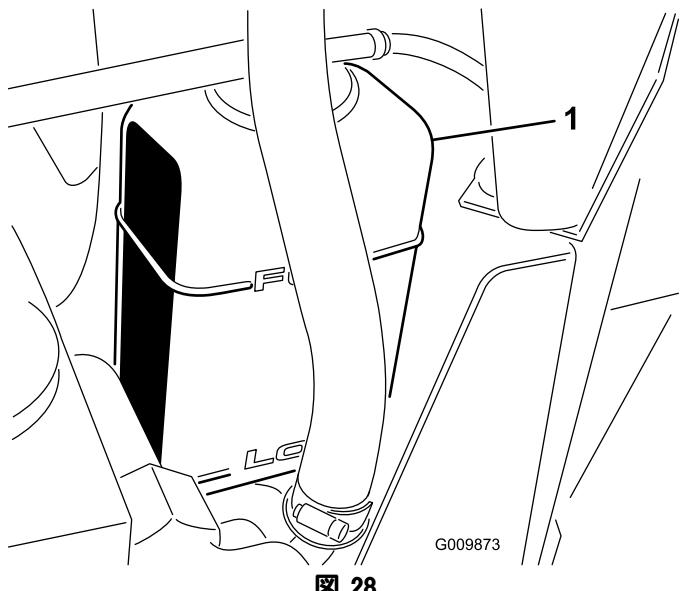

図 28
2. ラジエター本体と補助タンクの液量の点検を行う（図 28）。